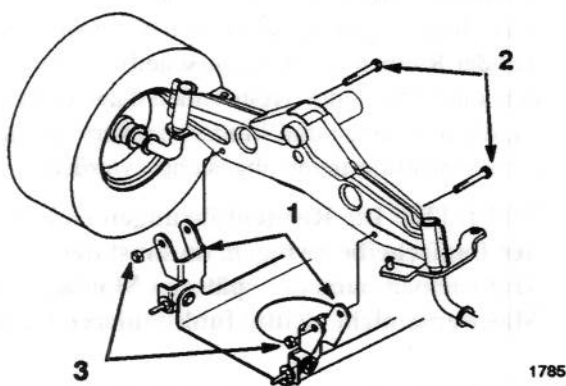

Bild 44
5. Die Mähwerk-Gelenkaufhängeprofile mit Schrauben und Kontermuttern an der Vorderachse anbringen (Bild 44).